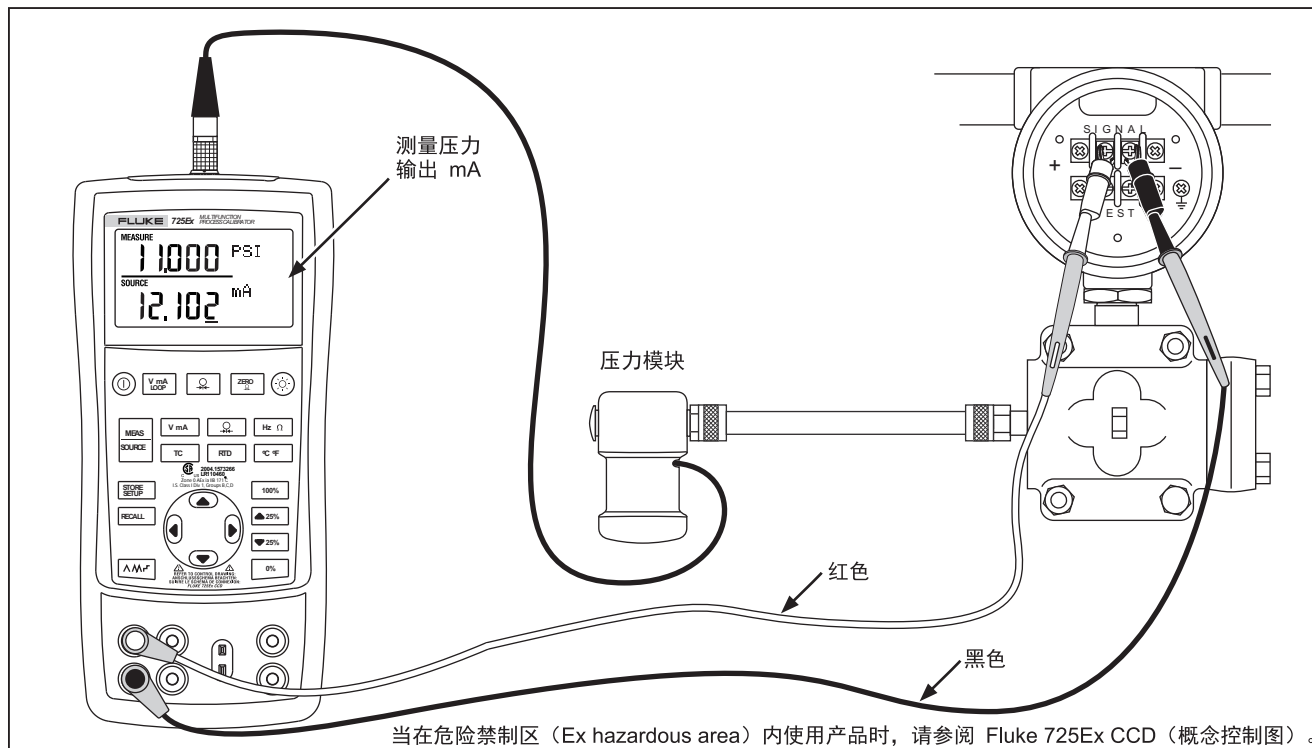

图 21.校准电流-压力 (I/P) 变送器
1. 将测试线连接到被测仪器，如图 21 所示。连接模拟电流-压力变送器，并测量相应的输出压力。